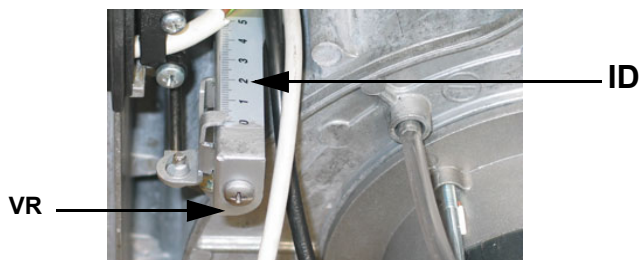

Рис. 27
- 2 запустить горелку, установив на **ON** главный выключатель **A** горелки: в случае блокировки (при этом загорится индикатор **B** на электрощите) нажать кнопку **RESET (C)**, находящуюся на панели электрощита горелки (См.);
- 3 снять крышку сервопривода: держать сервопривод в положении розжига (положение розжига = 0° на индикаторе воздушной заслонки **ID** - см. следующий рисунок на Рис. 27)
- 8 расслабить винт **VR** (см. Рис. 27)
- 9 сместить индикатор **ID** (Рис. 27) вдоль градуированной прорези в сторону + или -, для увеличения или уменьшения расхода воздуха, на основании требуемых значений продуктов сгорания;